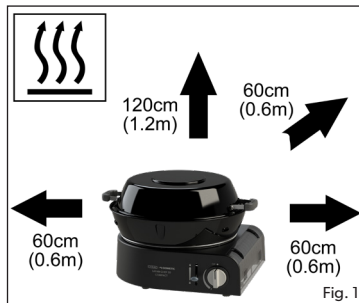

Fig. 1
- Assurez-vous que l'appareil est utilisé à distance de toute matière inflammable. Distances de sécurité minimales : au-dessus de l'appareil : 1,2m, à l'arrière et sur les côtés : 60cm (Fig. 1).